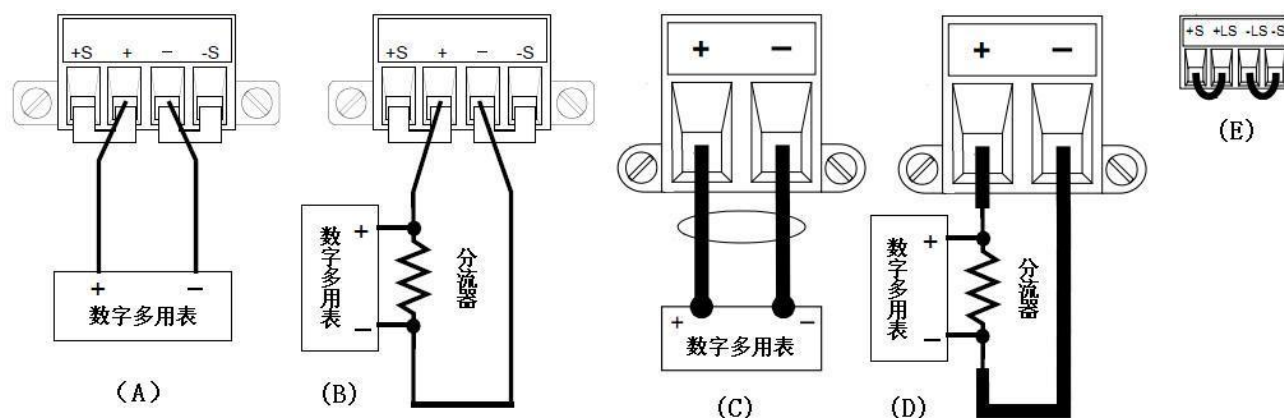

图 B.2 校准连接示意图
校准所需仪器见表 B.3, 校准连接示意图见图 B.2, 其中模块 DC1764-M3020A, DC1764-M3035A, DC1764-M3060A, DC1764-M3100A 和 DC1764-M3150A 的电压和电流校准连接示意图分别如图 B.2 (A) 和图 B.2 (B) 所示, 模块 DC1764-M3020B (20V 模块) 的电压和电流校准连接示意图如图 B.2 (C) 和图 B.2 (D) 所示, 并将 S 端子按图 B.2 (E) 进行连接。